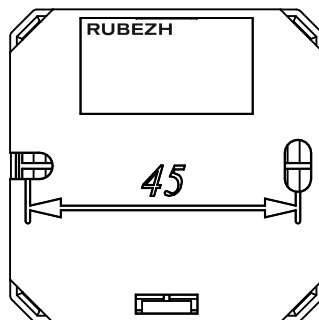

Рисунок 4 – Установочные размеры
- б) смонтировать ИЗ на стену, используя отверстия в основании (рисунок 4);